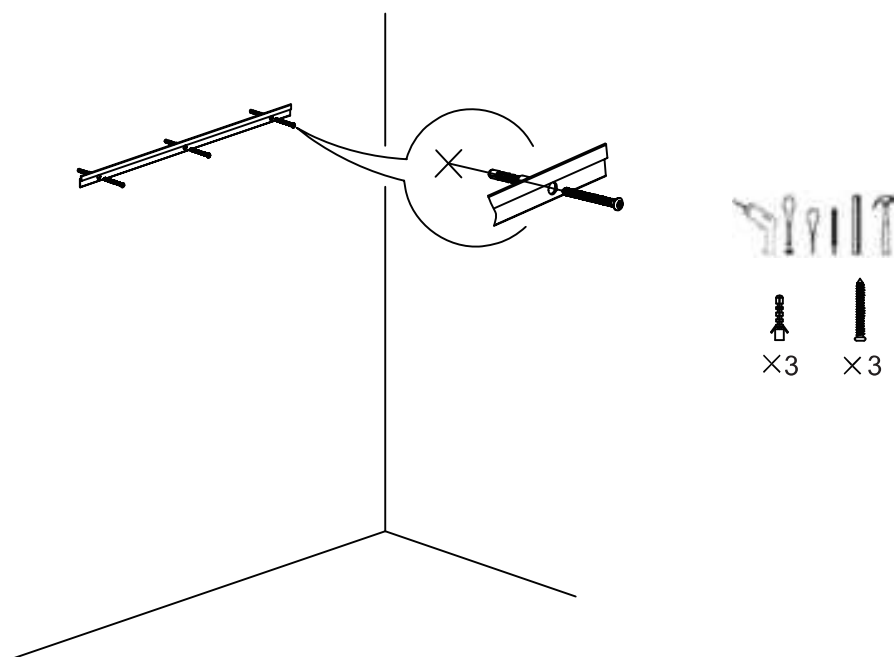

Fig. 2
- 1.4 Battere i tasselli a espansione nei fori della parete con un martello, quindi stringere le viti con un cacciavite per fissare la barra e calibrare il livello con una livella a bolla (Fig. 2).